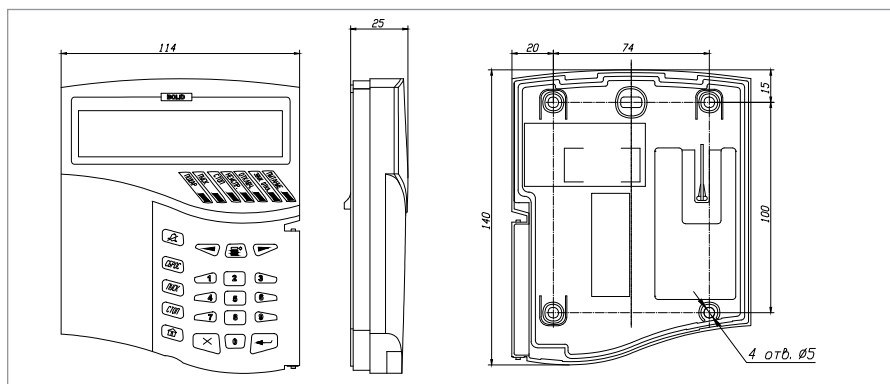
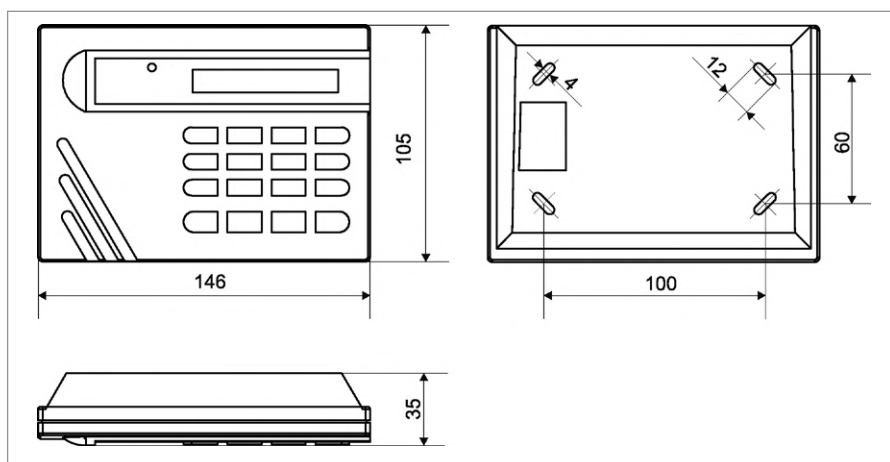
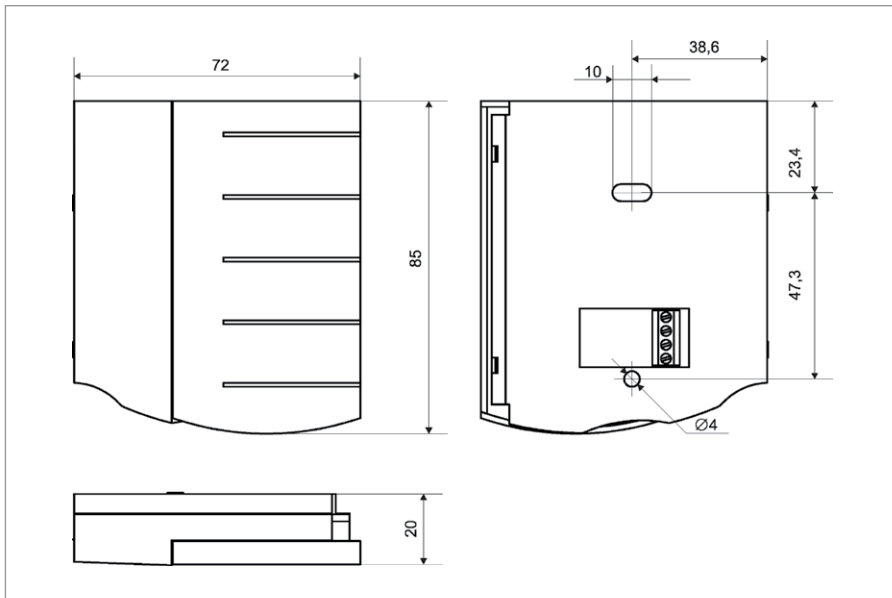

Рисунок 1. Внешний вид, габаритные и установочные размеры «С2000М», «С2000М исп.02»
Рисунок 2. Внешний вид, габаритные и установочные размеры «С2000-К»
Рисунок 3. Внешний вид, габаритные и установочные размеры «С2000-КС»
2. В соответствии с габаритным чертежом (см. Рисунок 1, Рисунок 2, Рисунок 3) наметьте на стене места для установочных отверстий: